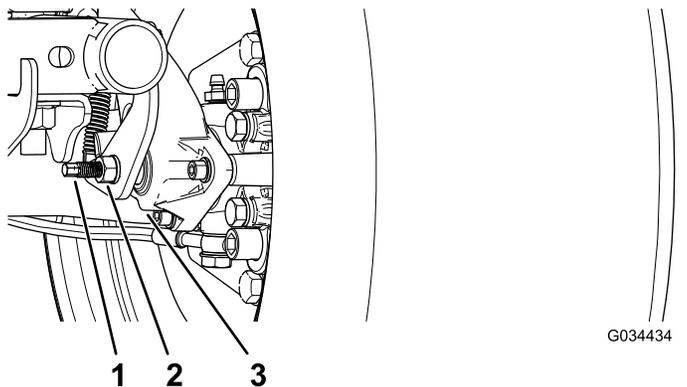

図 63
3. レンチを2本使用し、1本のレンチでキャリパの調整ポストが回らないように保持しながら、もう1本でジャムナットを1/4回転ゆるめる 図 63。
4. 調整ポストとジャムナットを保持した状態で、調整ポストを回して締め付ける 図 63。
5. 調整ポストとジャムナットを保持した状態で、1/4回転だけでもどす 図 63。
6. 調整ポストとジャムナットを保持した状態で、ジャムナットを締め付ける 図 63。